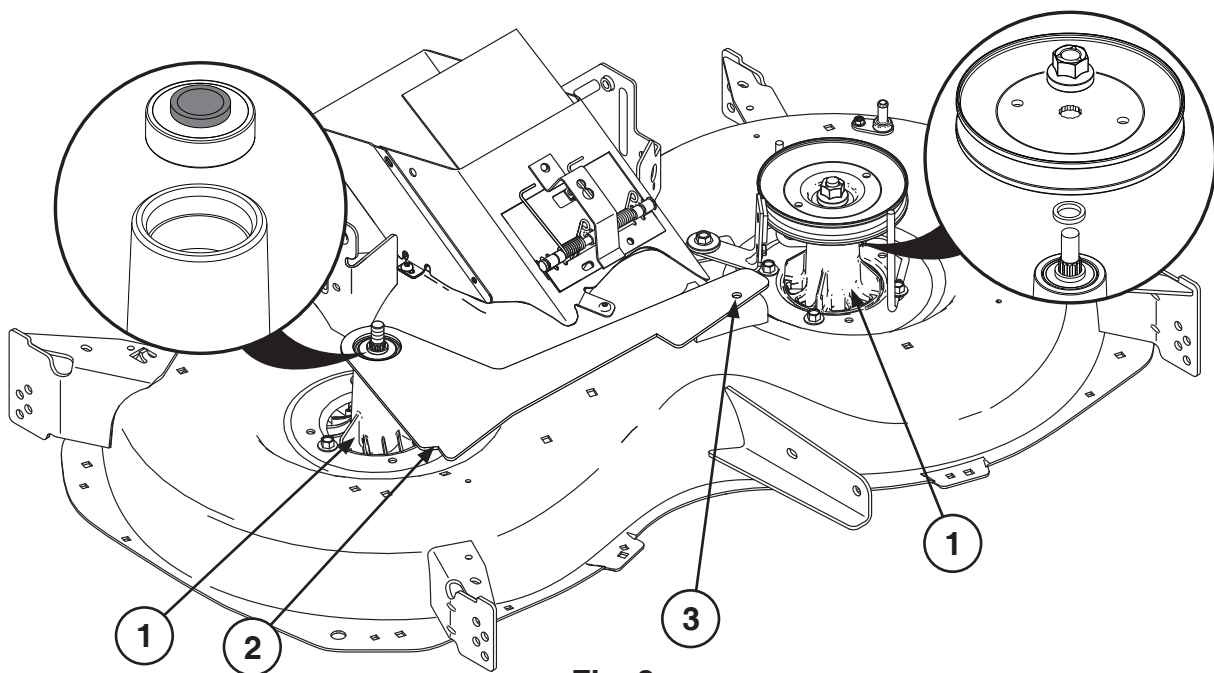
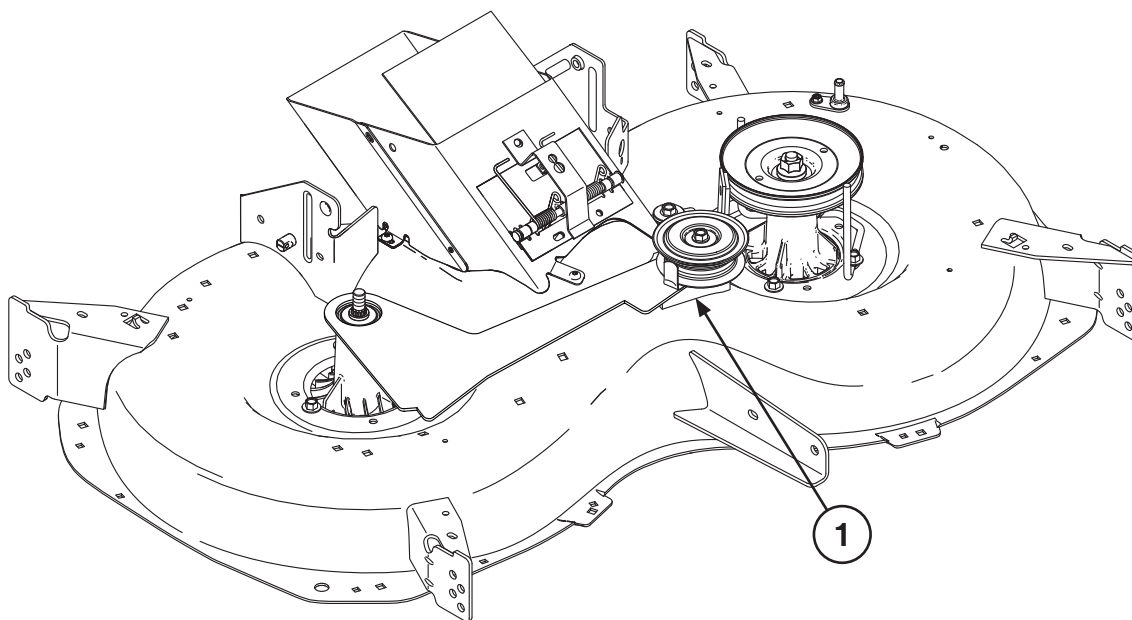

Fig. 2
Fig. 3
- SE 3. Montera de nya spindlarna (1) på vänster (P/N 587253301) och höger sida (P/N 128774, 165482X 900, 585323901) (bild 2).
- NO 3. Monter nye spindler (1) på venstre (P/N 587253301) og høyre side (P/N 128774, 165482X900, 585323901) (Fig. 2).
- DK 3. Monter nye klingedorne (1) i venstre (P/N 587253301) og højre side (P/N 128774, 165482X900, 585323901) (fig. 2).
- PT 3. Instale os novos mandris (1) do lado esquerdo (N.º de peça 587253301) e do lado direito (N.º de peça 128774, 165482X900, 585323901) (fig. 2).
- SE 4. Rikta in mallen (2) centrerat på höger spindel och mot hålet för det fasta spännhjulet på hållaren (3) (bild 2).
- NO 4. Rett inn malen (2) slik at den er sentrert på spindelen på høyre side og i hullet for den stasjonære remskiven i braketten (3) (Fig. 2).
- DK 4. Sørg for, at skabelonen (2) sidder centreret på klingedornen i højre side og i hullet på den stationære styreremskive på beslaget (3) (fig. 2).
- FI 4. Kohdista malli (2) keskelle oikeaa lyöntiholkkia ja kannattimen kiinteän välipyörän reikää (3) (kuva 2).
- PT 4. Alinhe o molde (2) centrado no mandril do lado direito e no orifício da polia intermediária imobilizada no suporte (3) (fig. 2).
- GR 4. Ευθυγραμμίστε το πατρόν (2) κεντράροντάς το στο δεξί μανδρέλιο και στην οπή της σταθερής άεργης τροχαλίας στο στήριγμα (3) (Εικ 2).
- Ⓢⓔ 5. Skruva fast mallen i hållaren för det fasta spännhjulet (1) (bild 3).
- Ⓝⓞ 5. Fest malen til braketten for den stasjonære remskiven (1) (Fig. 3).
- ⓓⓀ 5. Fastbolt skabelonen i den stationære styreremskives beslag (1) (fig. 3).
- Ⓟⓣ 5. Aparafuse o molde do suporte da polia intermediária imobilizada (1) (fig. 3).